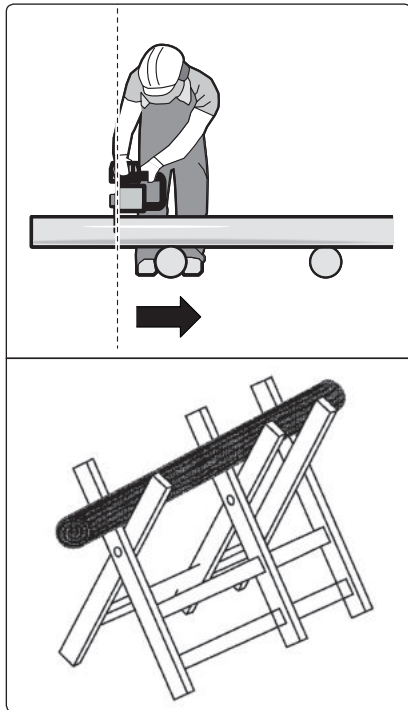

Abb. 5
1. Längere Holzstücke vor dem Schneiden so unterlegen, um die Schnitteinkehlung zu verhindern. Kürzere Holzstücke mit einem Bock sichern oder spannen (Abb. 5).